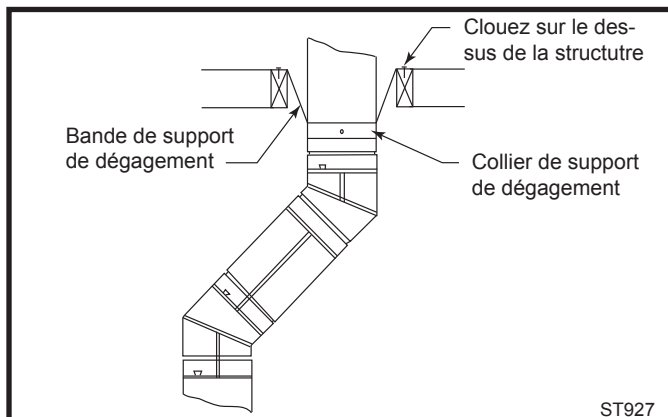

Fig. 37 Support de dégagement.
Si des dégagements sont nécessaires dans les installations verticales, un support de dégagement (OS) doit être installé directement au dessus du coude situé le plus haut. Attachez la bande du support de dégagement au tuyau à l'aide de deux (2) (minimum) vis à métal #8 x 1/4 po et sécurisez l'autre extrémité de la bande à une structure environnante. (Fig. 37)